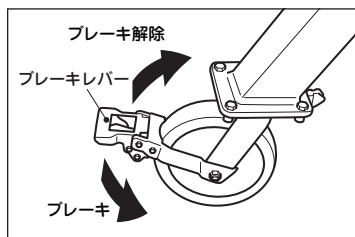

図18
- ① トロリーをビームの真ん中に置き、ノブを締めて固定してください。
- ② キャスタのブレーキレバーを下げると、キャストにブレーキがかかり、レバーを上げるとブレーキが解除されます。(図18)